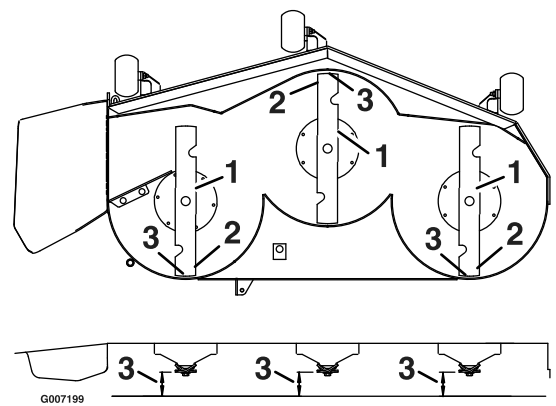

Figura 70
3. Rode cuidadosamente as lâminas para que estejam da frente para trás (Figura 70).
4. Meça da ponta da lâmina da frente até à superfície plana e da ponta da lâmina de trás até à superfície plana (Figura 70).